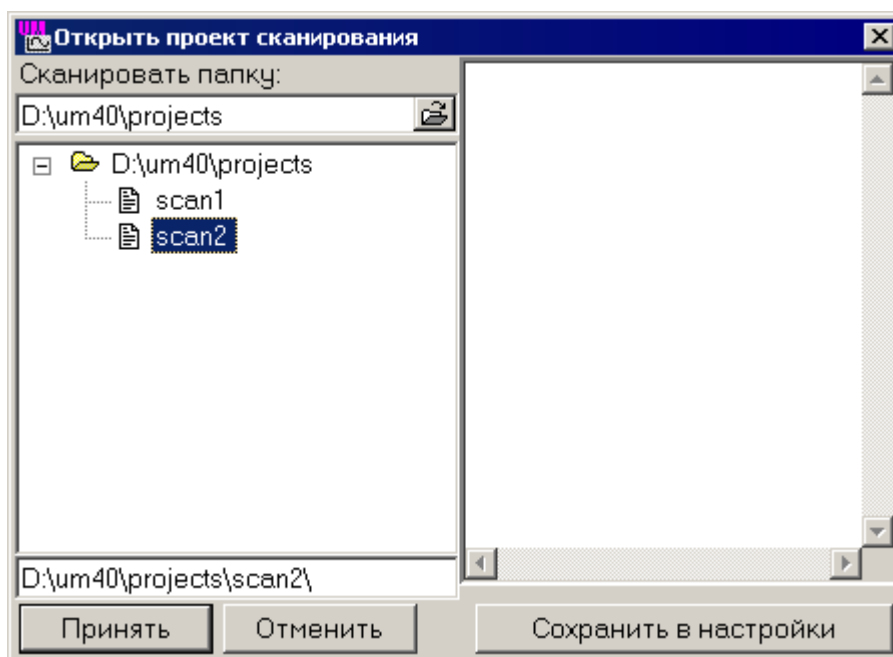

Рис. 4.1. Диалог открытия проекта сканирования
2. Откройте проект сканирования **scan2**. Выберите пункт меню **Расширенный анализ / Сканирование: открыть** и откройте проект сканирования, см. рис. 4.1. Появится окно проекта сканирования.